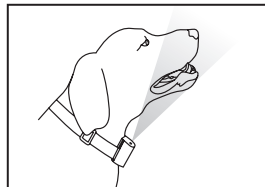

Fig. 5
2. Posizionare il collare attorno al collo del cane in piedi in modo che la direzione dello spruzzo sia perpendicolare al suo naso (Fig. 5) e regolare il collare alla misura corretta.